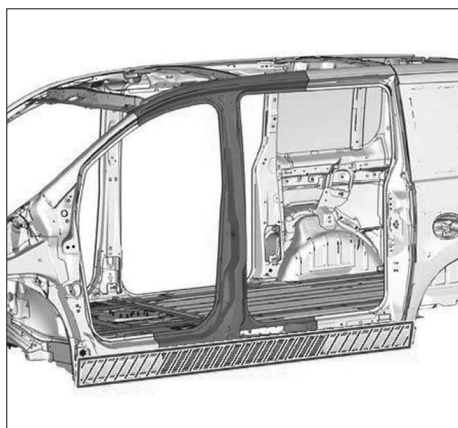

FIG. 60
- Appliquer une couche d'impression phosphatante sur la zone mise à nue (Fig.60).